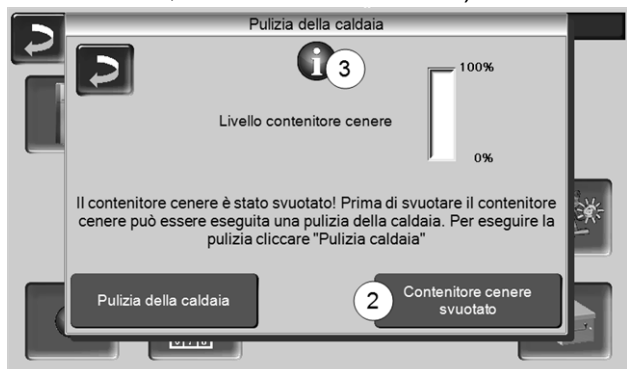

Abb. 2-55
- ▶ Cliccare *Pulizia caldaia > Abb. 2-55*